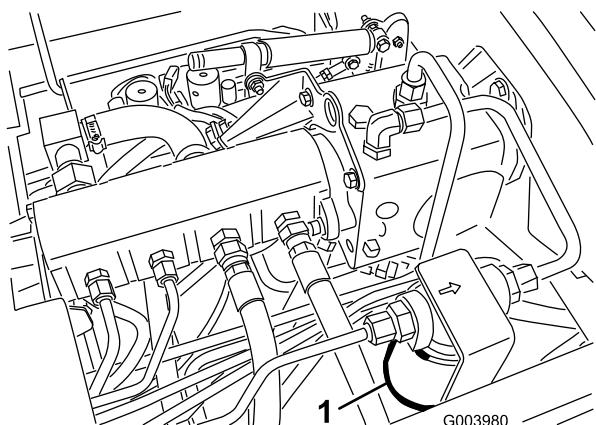
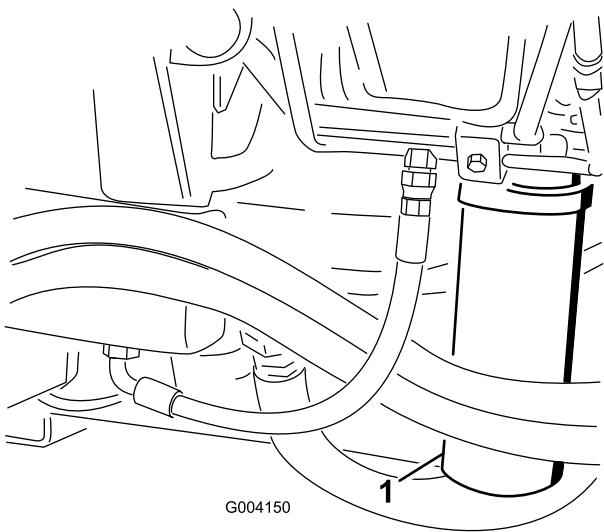

Figura 70
Figura 71
2. Limpe a área à volta da área de montagem do filtro e coloque um recipiente de drenagem por baixo do filtro (Figura 70) e (Figura 71).